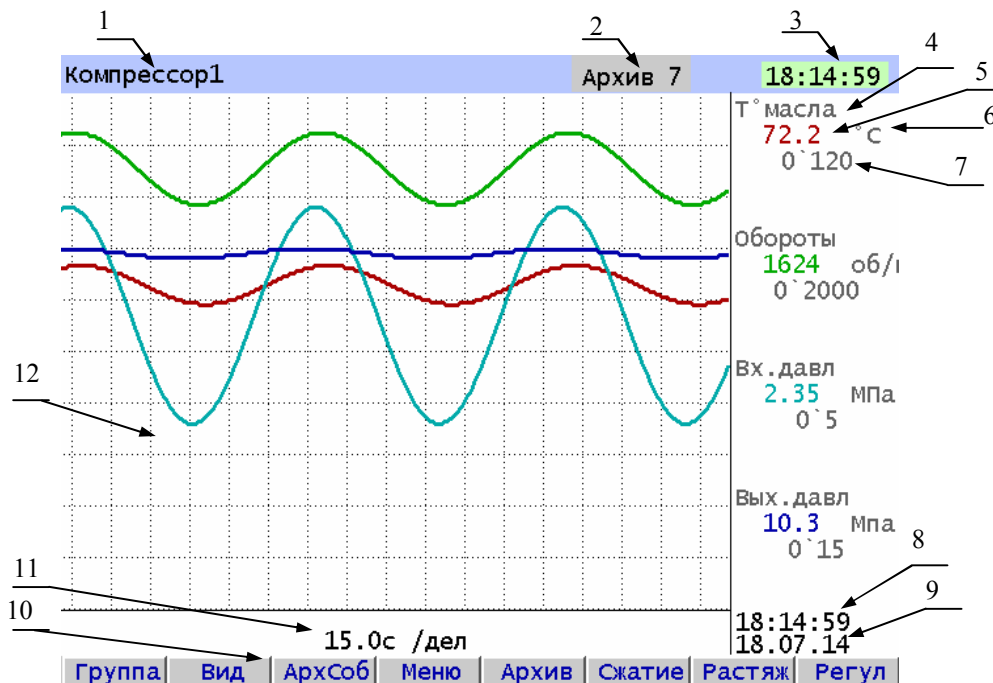

Рисунок 6.1 – Пример отображения несжатых графиков измерений одной группы каналов на одной ленте.
- графики измерений одной группы каналов (рисунок 6.1);